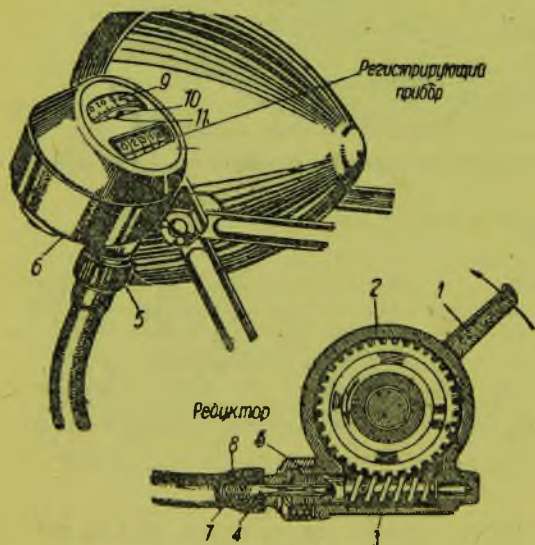

Рис. 208. Спидометр и счетчик пройденного пути
Спидометр приводится от переднего колеса (у М-72 от червячной нарезки втулки ведущего диска мягкой муфты карданного вала) путем зацепления за его втулку двух лапок (1) (рис. 208). Лапки скреплены с шестерней (2), передающей вращение шестеренке (3), соединяющейся с гибким валом (4) при помощи замка (5). Такое же соединение вала и наверху при входе его в контрольную коробку (6). Гибкий валик (4) работает в металлической оболочке (7), находящейся в пыленепроницаемой оплетке (8).